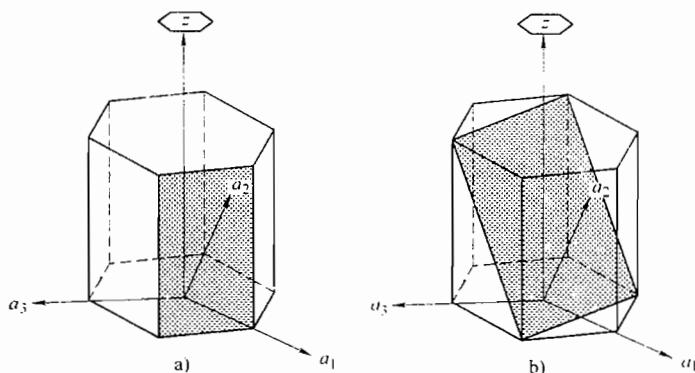

图 15-5 第五题解答图
- (1) 属六方原始格子。(2 分)
- (2) 六次旋转轴  $L^6$  如图 15-5 所示。(2 分)